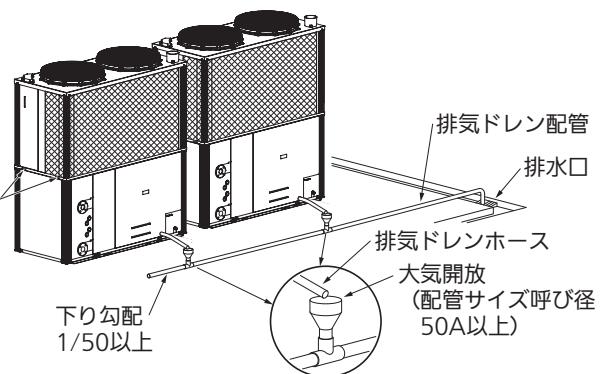

図 9：排気ドレンを排水口に接続する場合
- ユニットの屋上に設置する場合、図 9 のように排気ドレンは排気ドレン配管を延長して、排水口に排出する